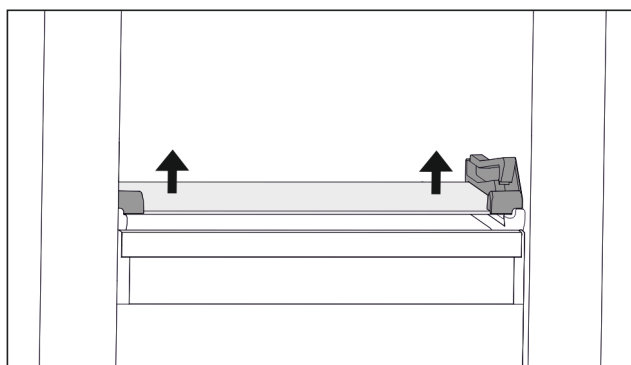

Fig. 70 Placa de sticlă a sertarului înclinabil
- ▶ Apăsați placa de sticlă de jos în sus pe ambele părți. (vezi Fig. 70)